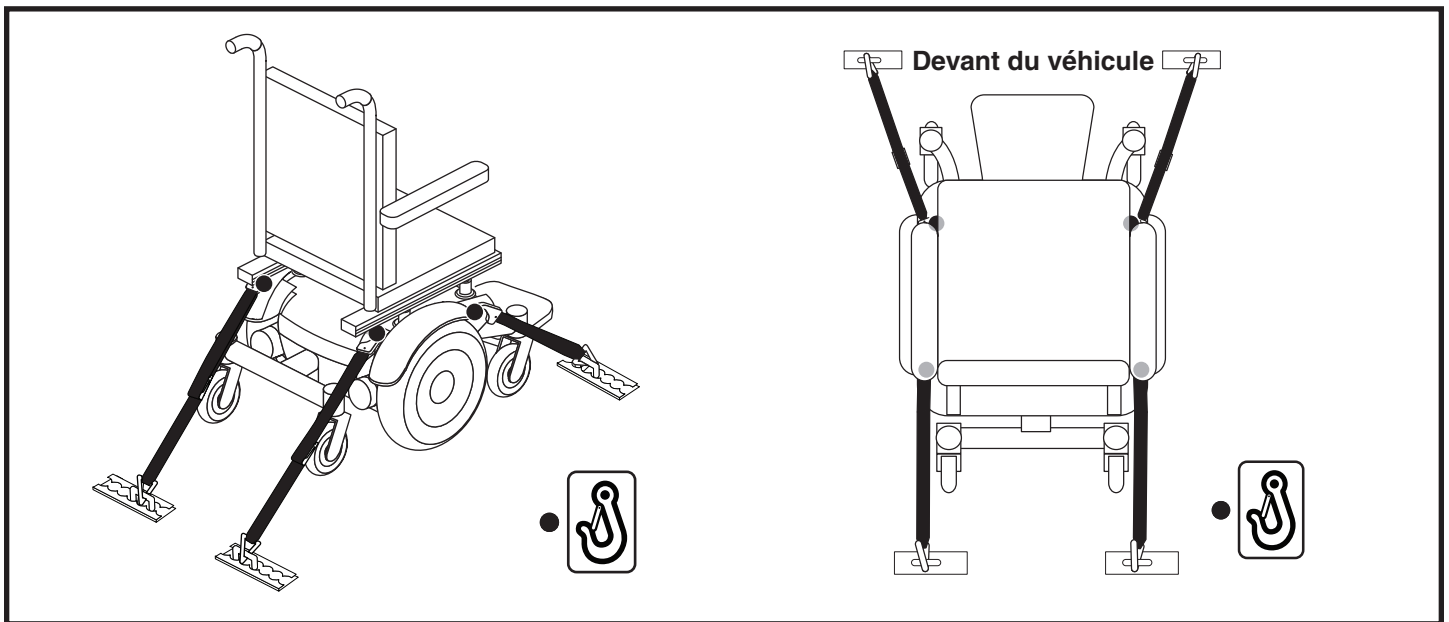

Figure 10. Points d'ancrage pour fauteuil motorisé non occupé
- Positionnez les points d'ancrage arrière des courroies directement derrière le fauteuil motorisé. Les points d'ancrage avant sont disposés plus loin de chaque côté du fauteuil motorisé afin d'augmenter la stabilité latérale. **Voir la figure 10.**